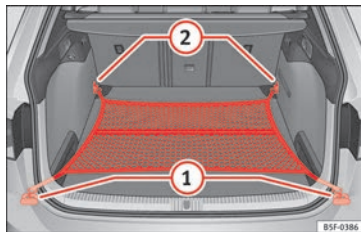

Fig. 178 Dans le coffre à bagages : sac pour filet accroché au niveau du plancher (modèle LEON ST).
- Selon le cas, relevez les œillets d'amarrage avant » fig. 178 ②.
- Fixez les crochets du filet aux œillets d'amarrage ② » ⚠. La fermeture à glissière du sac doit rester vers le haut.
- Fixez les crochets du filet aux œillets d'amarrage ①.